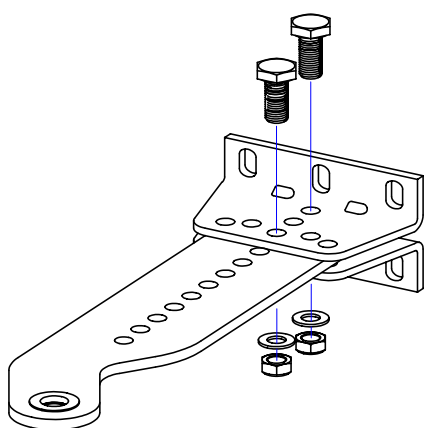

Рисунок 8. Сборка крепления заднего
- Определив монтажные размеры **A** и **B** и место размещения заднего крепления на столбе выберите вариант сборки заднего крепления (Таблица 6, Рисунок 8). При необходимости кронштейн заднего крепления подрежьте до нужного размера. В случаях если длины кронштейна не достаточно, используйте подручные материалы для удлинения заднего крепления.